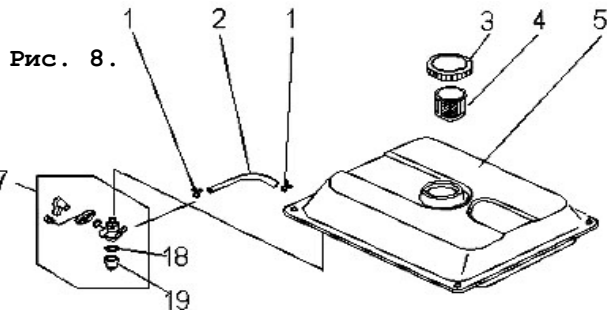

Рис. 8.
9.5.2. Снять крышку бензобака поз. 4 (рис. 8) и колпачок крана подачи бензина поз. 19 (рис. 8), стараясь не повредить уплотнения. Слить остатки топлива во вспомогательную емкость.
9.5.3. Удалить загрязнения с фильтров поз. 18 и поз. 4 (рис. 8) промыванием в легком растворителе (типа №646) и продувкой. Высушить фильтры и установить их на место.
9.5.5. **Внимание!** После заправки убедиться в отсутствии утечек топлива из системы питания. Не запускать двигатель с демонтированными топливными фильтрами. Особое внимание обратить на топливный шланг поз. 2 (рис. 8). При обнаружении запаха газа при активации газовой системы питания немедленно прекратить эксплуатацию генератора с применением
9.7.2. Удалить или полностью выработать имеющуюся в баке топливную смесь. Слив производить, сняв колпачок поз. 19 (рис. 8) крана подачи топлива.